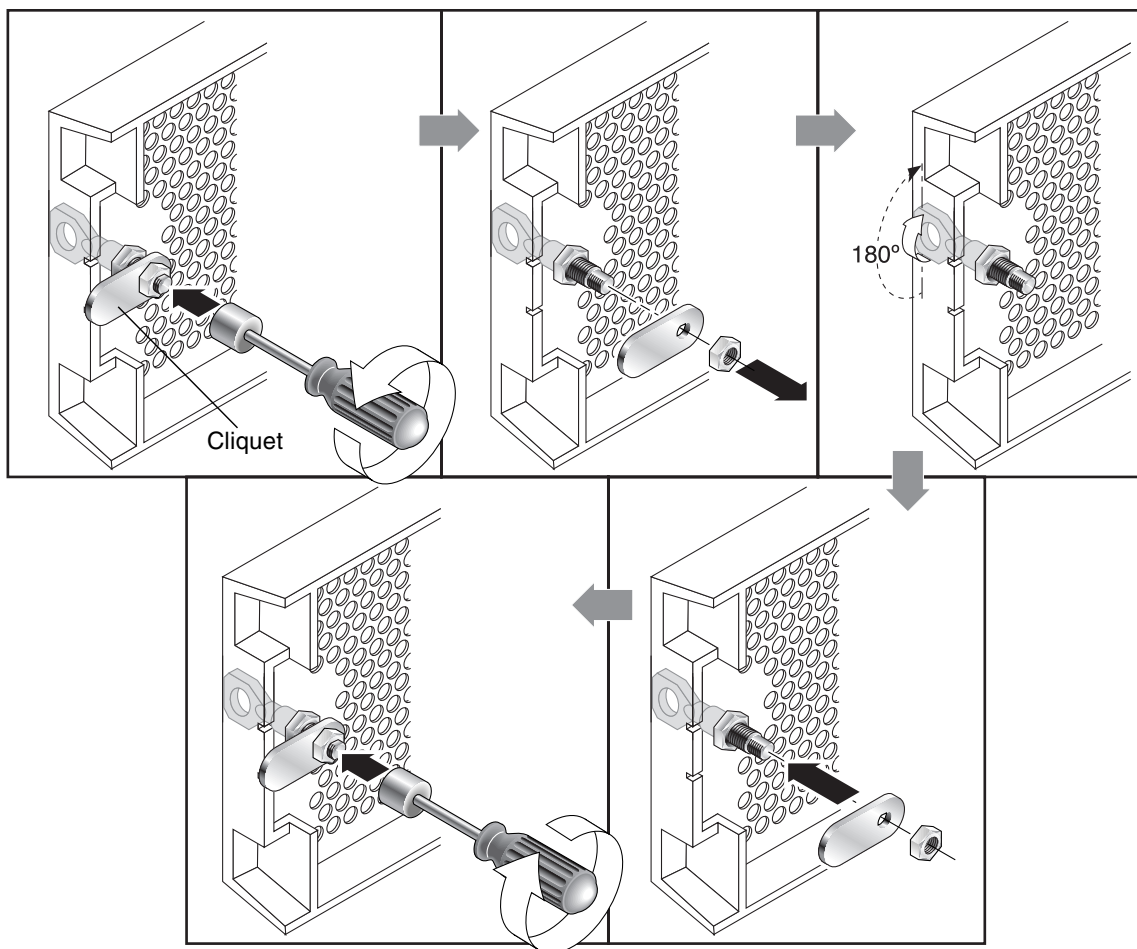

FIGURE 1-2 Séquence à suivre pour modifier les verrous du panneau afin d'empêcher le retrait des clés
1. Retirez le panneau avant en faisant pivoter doucement les bras oscillants hors de leurs supports et assurez-vous que la clé se trouve en position verrouillée, avec le cliquet à l'horizontale et dépassant du bord du panneau (voir la première illustration de la FIGURE 1-2).
2. Maintenez la clé en place et utilisez un tournevis à douille de 12 mm ou 3/8 de pouce pour retirer l'écrou de verrouillage qui maintient le cliquet en place, comme indiqué dans la première illustration de la FIGURE 1-2.
3. Soulevez le cliquet de la partie fileté du verrou, comme indiqué dans la deuxième illustration de la FIGURE 1-2.
5. Utilisez la clé pour tourner le verrou de 180°, comme indiqué dans la troisième illustration de la FIGURE 1-2.
6. Remplacez le cliquet en veillant à l'orienter de la même façon qu'avant le démontage, comme indiqué dans la quatrième illustration de la FIGURE 1-2.
7. Maintenez la clé en place et utilisez le tournevis à douille pour resserrer l'écrou de verrouillage, comme indiqué dans la cinquième illustration de la FIGURE 1-2. Veillez à ne pas forcer le filetage.